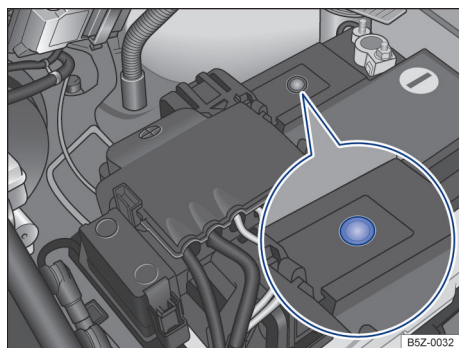

Fig. 136 No compartimento do motor: exemplo de posição do visor no lado superior da bateria do veículo.
- O visor redondo → Fig. 136 na parte superior da bateria do veículo muda de cor conforme o nível do eletrólito.